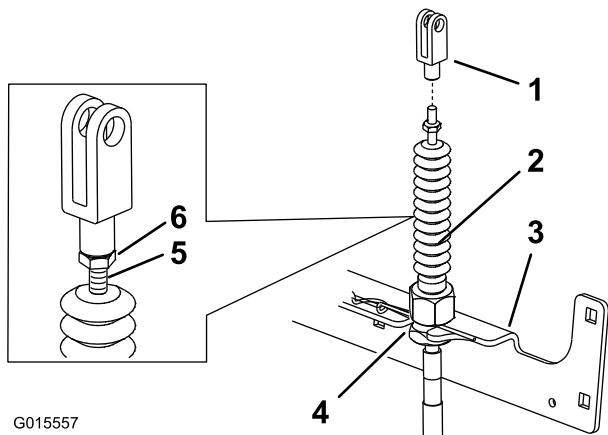

Figura 12
2. Tenendo stretta la forcella, serrate contro la medesima il controdado per fissarla in posizione. Ripetete l'operazione sull'altro lato (Figura 12).
4. Infilate i cavi nelle asole sulla staffa trasversale, con i dadi di regolazione nella parte superiore (Figura 12).